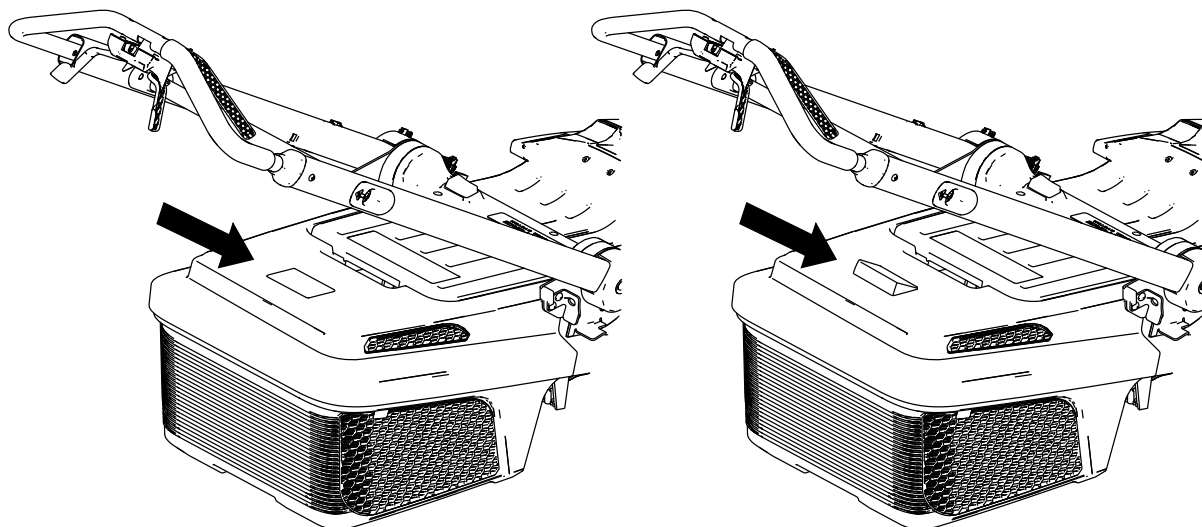

Figur 14
1. Flytt håndtaket til hevet stilling og løft opp den bakre deflektoren (A på Figur 14).
2. Monter krokene på gresskassen i hakkene på baksiden av maskinen (B på Figur 14).
3. La den bakre avlederen hvile på kassen (Figur 14).